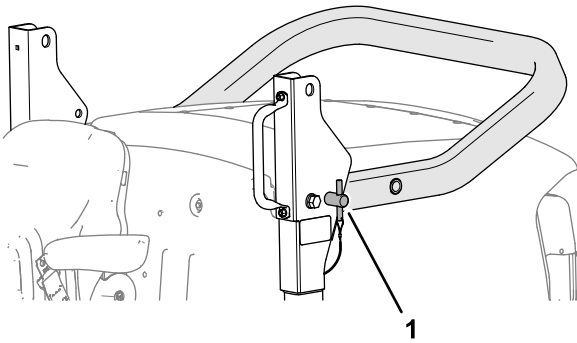

Figure 22
- Retirez les axes des supports de pivot de l'arceau de sécurité (Figure 22).